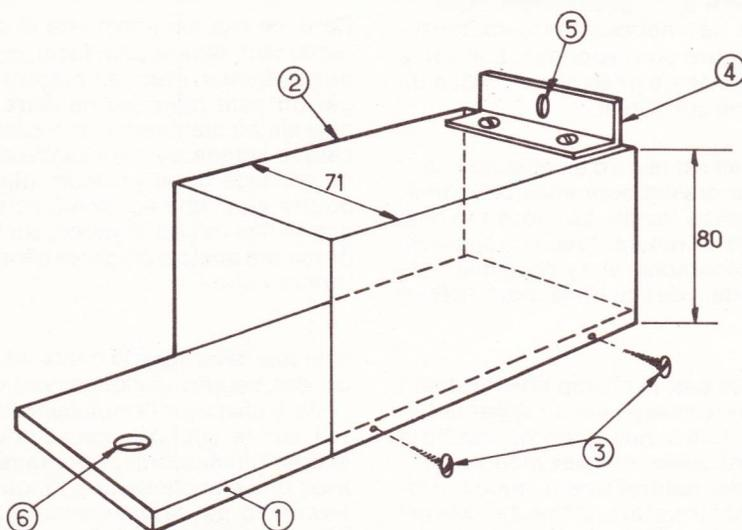

Figure 1
Le schéma du support que nous avons réalisé, est donné en **figure 1**. Il se compose :
- la section de la tôle en U, dont la figure 1 donne la hauteur et la largeur.